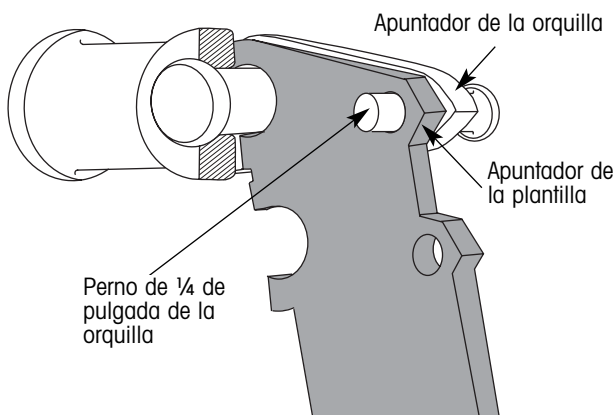

Figura 36. Alineación verificada
5. Vea hacia el apuntador de la plantilla de instalación (figura 36):
6. Rote la orquilla hasta que el apuntador de la plantilla de instalación se alinee con el apuntador de la orquilla (figura 36).
7. Verifique la alineación insertando el perno de 1/4 de pulgada de la orquilla a través de la orquilla y la plantilla de instalación (figura 36).